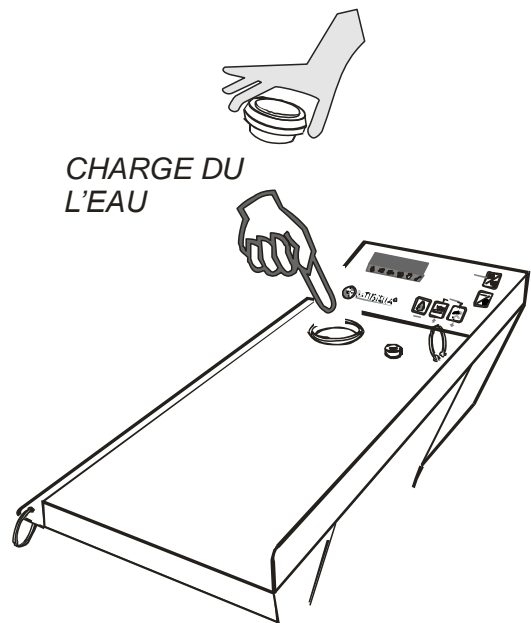

Fig. 3
4. Soulever le bouchon de SOLE (fig. 3), et remplir le réservoir d'eau (environ 1 litre). Une fois rempli remettre le bouchon.
L'éclairage de temps en temps de l'icône  indique que SOLE est en train de remplir la chaudière d'eau. Il est par conséquent important de réapprovisionner constamment le réservoir en eau (fig. 3).
On peut remplir SOLE d'eau à tout moment pendant le repassage même quand il est en pression, il suffit de soulever le bouchon et ajouter de l'eau en faisant attention à ne pas en reverser sur l'appareil ou sur la centrale électronique (fig.3).